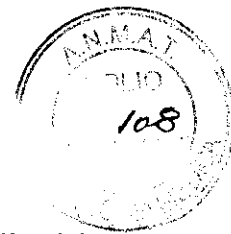

**Figura 3**
- Mueva el tubo deslizante de color marrón encima de la conexión del cuerpo motriz hasta que llegue al tope y cubra la conexión por completo. Consulte la figura 3.